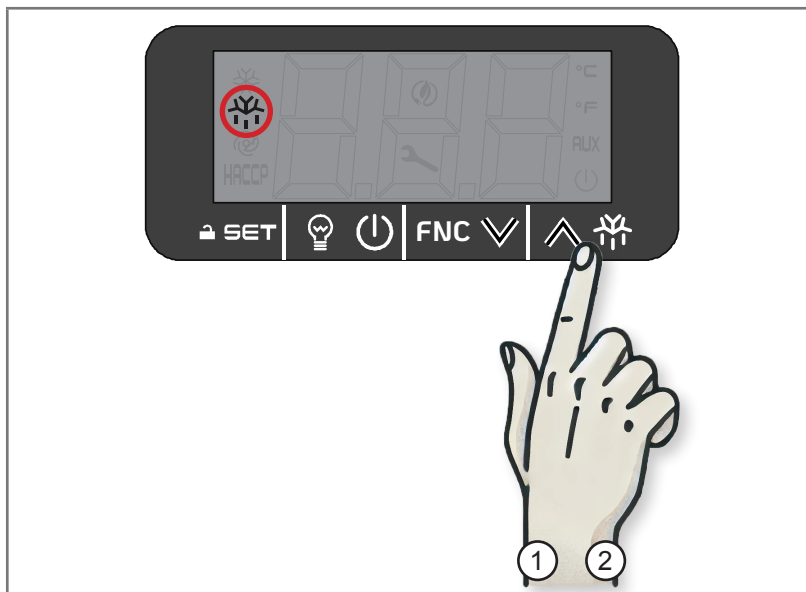

Fig 3.16 - Touche de dégivrage
1. Appuyer sur la touche DÉGIVRAGE pendant 4 secondes (1 - Fig. 3.16) : l'écran affiche l'icône DÉGIVRAGE.
2. Appuyer sur la touche DÉGIVRAGE pendant 4 secondes (2 - Fig. 3.16) : l'écran n'affiche pas l'icône DÉGIVRAGE.